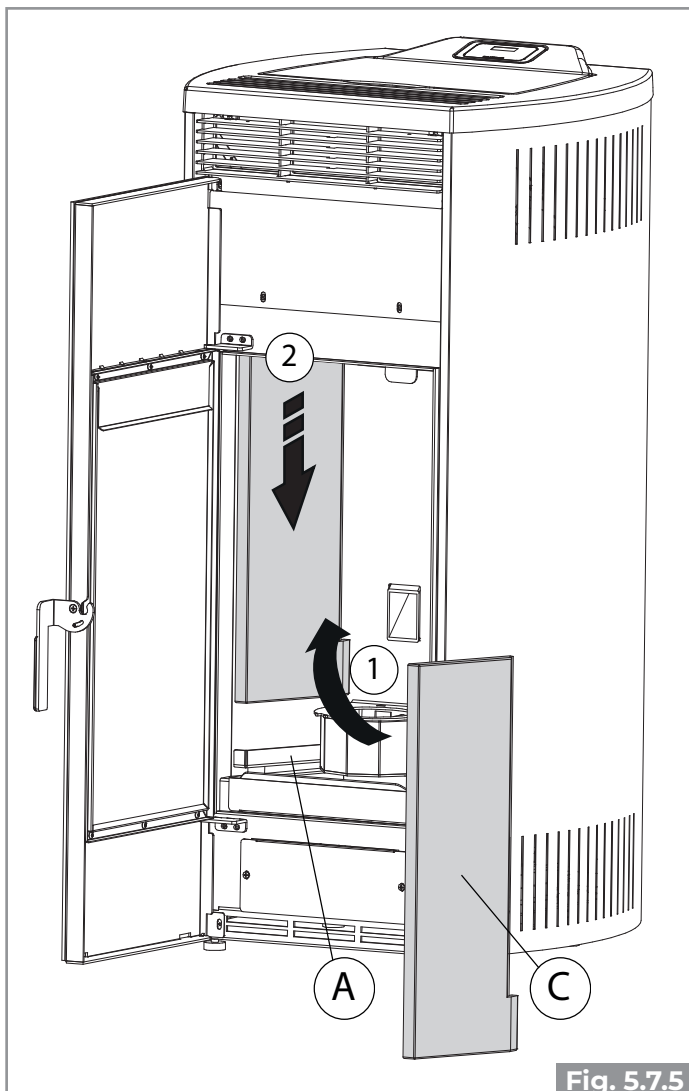
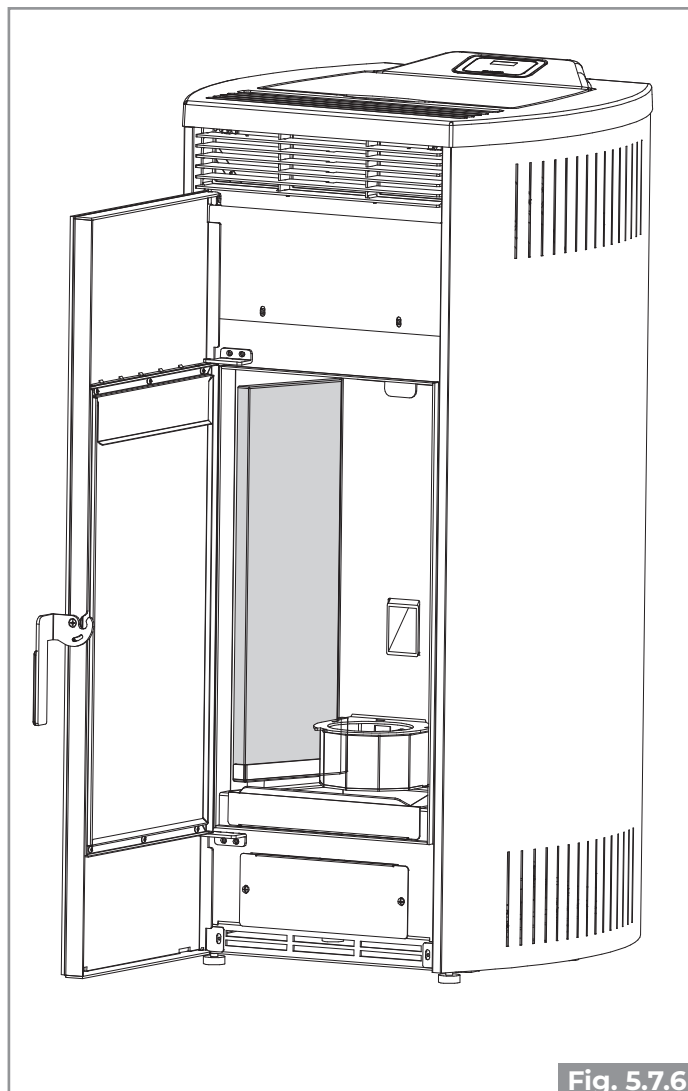

Fig. 5.7.5
Fig. 5.7.6
- Colocar la pared refractaria izquierda C dentro de la cámara de combustión introduciendo la parte inferior de la pared misma en el respectivo alojamiento extraído en el soporte A (Fig. 5.7.5 - Fig. 5.7.6)